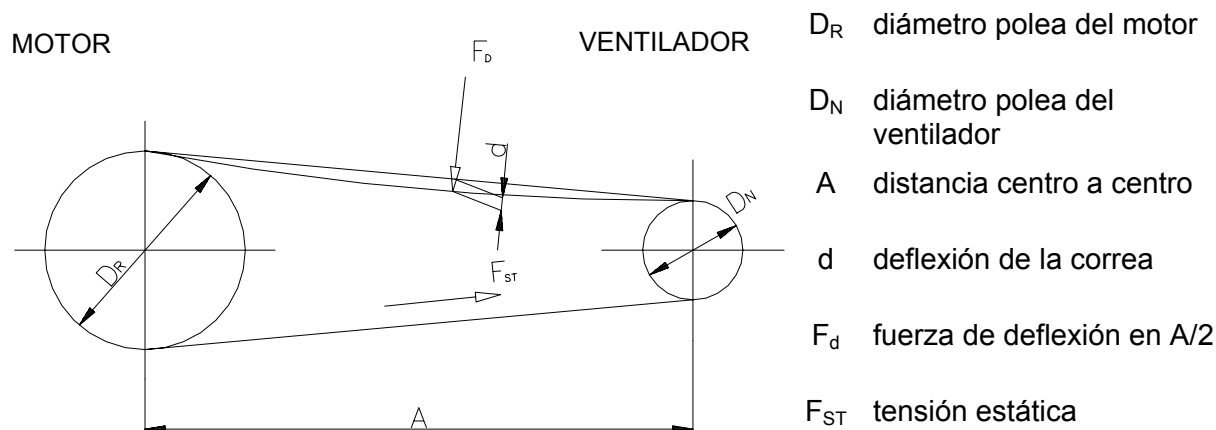

Fig. 2 - Comprobación de la tensión de la correa trapezoidal
- Las correas trapezoidales se comprobarán de forma visual y también según la ficha técnica de transmisión (véase Fig. 2). Los valores mínimos y máximos de la fuerza de deflexión tras la instalación y después del rodaje del engranaje (tras aprox. 24 horas de funcionamiento) se especifican para el engranaje montado en la ficha técnica. Esta ficha técnica deberá guardarse junto con las normas para el montaje y el manejo en las carpetas que están pegadas en la puerta de la cámara de los ventiladores de la unidad. Las fuerzas de tracción que se especifican en la hoja técnica del engranaje deberán respetarse incondicionalmente.